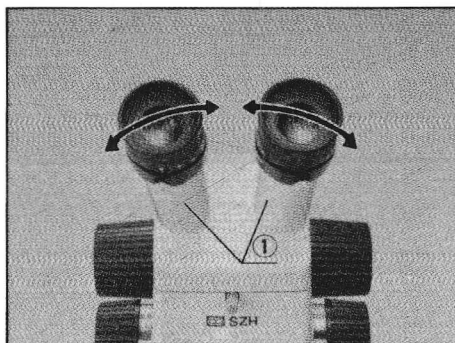

Abb. 14
Die beiden Okularstutzen (1) in Pfeilrichtung bewegen, bis der richtige Augenabstand eingestellt ist. (Abb. 14)